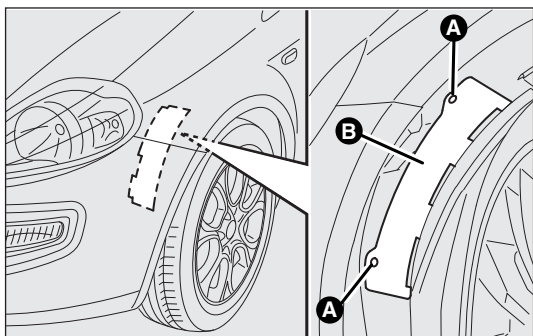

fig. 169
### Anteriori fig. 169
- ❑ svitare i dispositivi di bloccaggio A-fig. 169 quindi sfilare lo sportello di accesso B;
- ❑ montare lo sportello B-fig. 169 quindi avvitare i dispositivi di bloccaggio A.